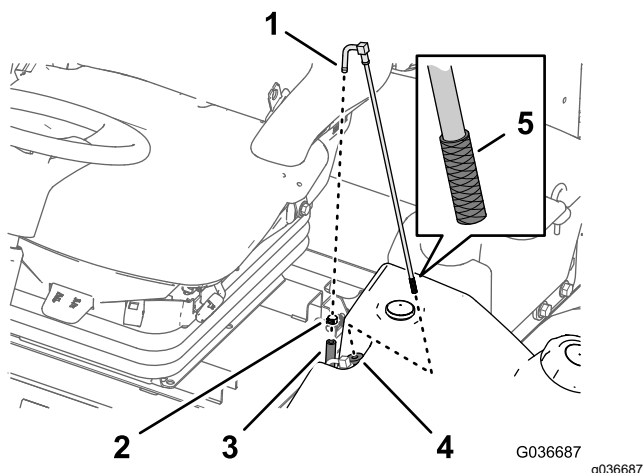

Figure 59
1. Retirez le collier qui fixe le flexible d'alimentation au raccord du tube d'aspiration de carburant (Figure 59).
2. Débranchez le flexible du raccord (Figure 59).
3. Soulevez le tube d'aspiration hors du réservoir de carburant (Figure 59).
4. Nettoyez les débris éventuellement présents sur la crépine à l'extrémité du tube d'aspiration de carburant (Figure 59).
5. Insérez le tube d'aspiration de carburant dans la bague en caoutchouc et dans le réservoir (Figure 59).